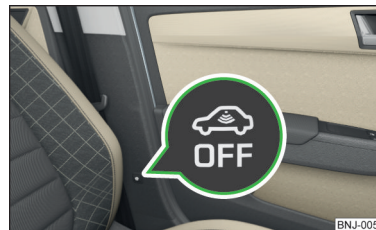

Fig. 42
- Tryk på symbolknappen  på B-stolpen i førersiden » Fig. 42.